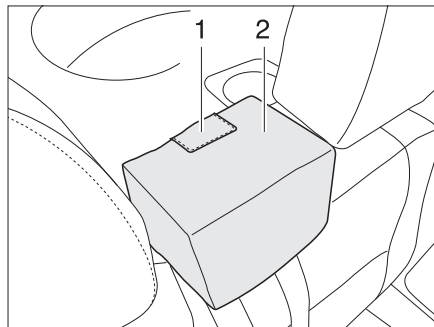

Fig. 12 Cinturón de seguridad banco
- Presionar el soporte de cinturón (Fig. 12,2) fuertemente hacia abajo con ambas manos y soltarlo. El soporte de cinturones permanecerá a la altura deseada.
- Presionar sobre la zona marcada (Fig. 12,1) del cojín. Se suelta el bloqueo. El soporte de cinturones se desplazará hacia arriba.